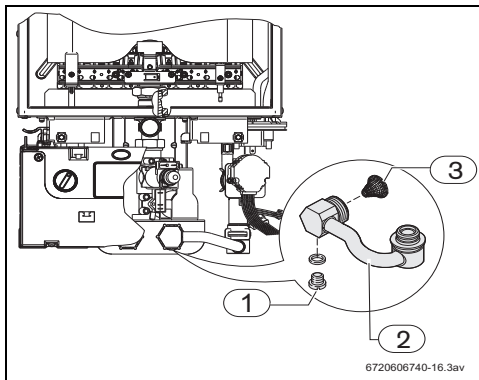

Fig. 12 Parafuso de purga
- ▶ Desapertar o parafuso de purga (→ Fig 12) situado no tubo de entrada de água.
- ▶ O aparelho não deverá ser instalado em locais cuja temperatura ambiente possa descer dos 0 °C. Caso exista o risco de congelação, desligar e esvaziar o aparelho (Fig. 12).